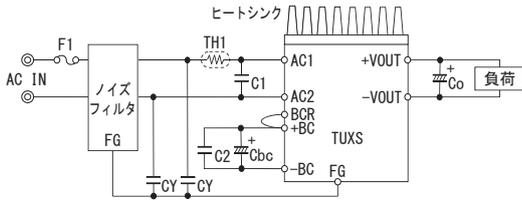

図1.1 標準接続方法
- TUXSシリーズを使用するためには、図1.1の接続と表1.1の外付け部品が必要です。
(3) CY ノイズフィルタ／接地コンデンサ
- 本電源はノイズフィルタを内蔵していません。入力ラインへの帰還ノイズ低減、電源の安定動作のために、ノイズフィルタ、接地コンデンサCYを接続してください（図1.1）。
(1) Co 出力コンデンサ
- 出力安定度向上のために、出力側+VOUTと-VOUT間にコンデンサCoを接続してください（図1.1）。推奨容量を表2.3に示します。